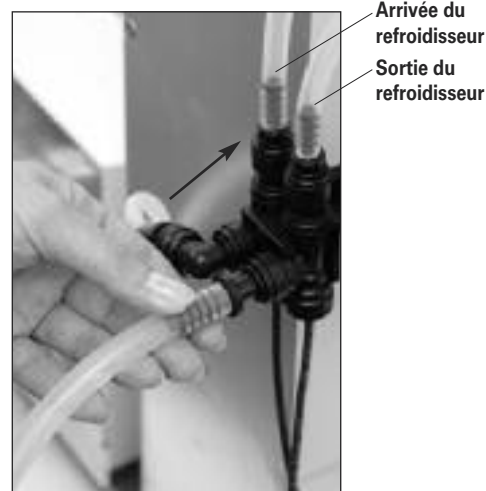

Fig. 18
- Raccordez le flexible de vidange d'eau fourni en enfonceant le raccord fileté jusqu'en butée dans la prise (fig. 18).